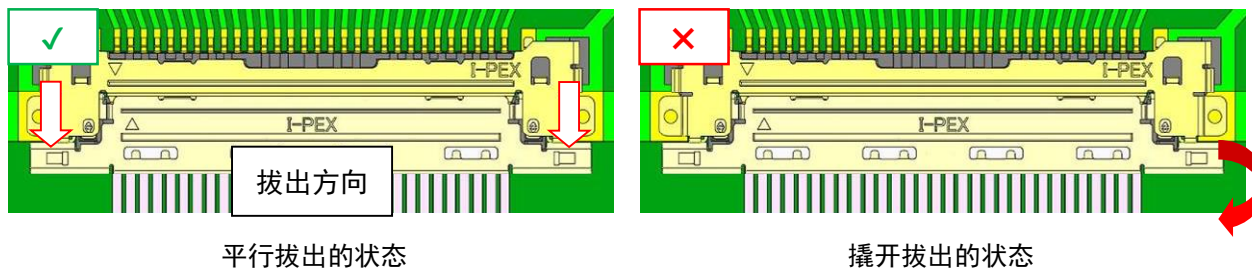
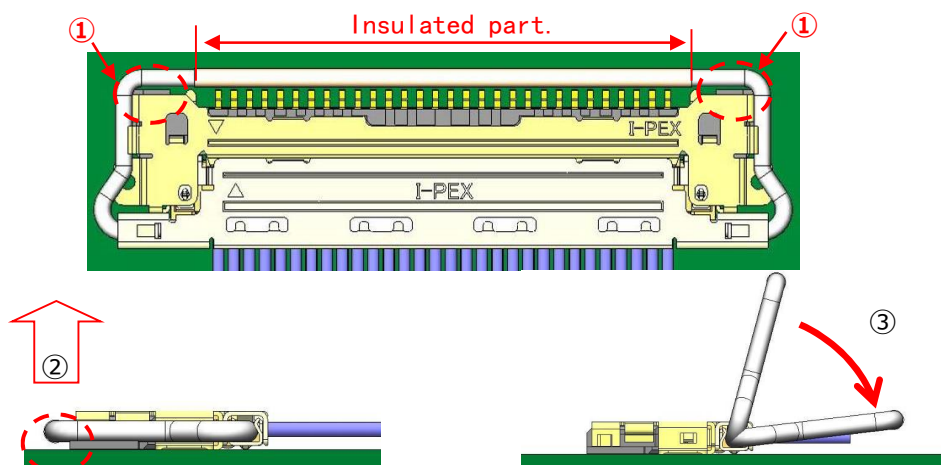

图 10
图 12
如图 10 所示，对应基板侧的连接器，插头连接器沿箭头方向平行拔出。
如图 12 所示，两侧①所示地方任选一处，如②抬起拉环，解除与插座连接器的锁扣后，向③方向回转拉环。进行与图 10 同样的拔出方法。
如图 12 所示，两侧①所示地方任选一处，如②抬起拉环，解除与插座连接器的锁扣后，